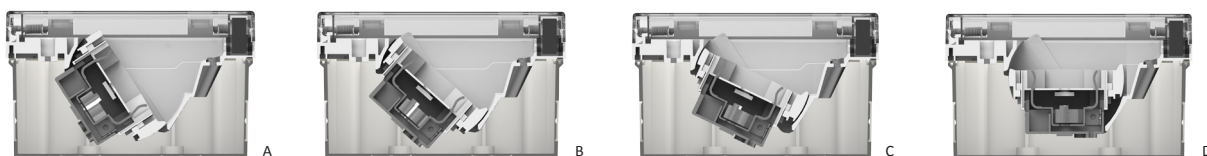

abb. 6
- Versuchen das schräge Gestell zu bewegen zur Kontrolle, ob die Bewegung vollständig ist (abb. 6-A,B,C,D).
- Вставьте защитный корпус WIDE в настенную коробку (рис. 6-A,B,C,D).